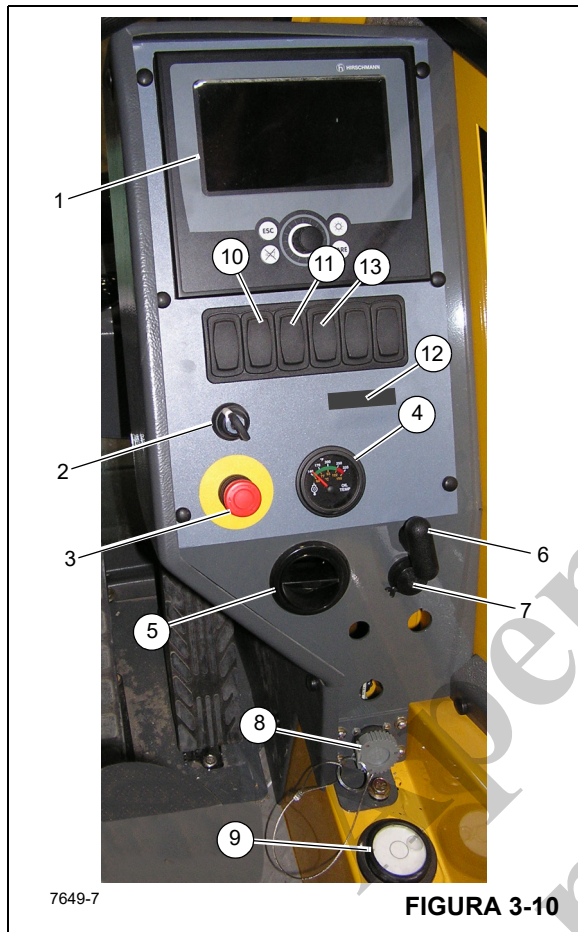

FIGURA 3-10
O mostrador está localizado no painel dianteiro superior (Figura 3-10). O mostrador de LED ilumina-se para indicar o atual guincho em operação e para qual direção esse guincho está girando.
Números dos itens da Figura 3-10
O painel de controle dos sistemas do RCL e de definição de área de trabalho (1) (Figura 3-10) localiza-se no lado direito da cabine. Ele mantém os controles e indicadores do Sistema RCL (Limitador de capacidade nominal) e do Sistema de definição da área de trabalho do guindaste. Consulte o Manual do RCL para obter informações detalhadas.
A Chave de contorno (cancelamento) do RCL (2) (Figura 3-10) é do tipo momentânea. Gire e segure a chave na posição ON (direita) para desengatar os controles do IMC. Solte a chave para permitir que os controles do RCL sejam reativados.
A chave de parada de emergência do guindaste (3) (Figura 3-10) localiza-se no console da cabine do guindaste e é usada para desligar o motor do guindaste. Pressione o botão vermelho para desligar o motor, o que acende o indicador de parada de emergência na coluna de direção. Gire e puxe o botão para retomar a operação normal.
O indicador da temperatura do óleo de transmissão (TRANS TEMP) (4) (Figura 3-10) está localizado no centro do console dianteiro à esquerda da coluna de direção. O indicador mostra a temperatura do óleo de transmissão em uma escala dupla calibrada de 60 a 160°C e 140 a 320°C. O indicador recebe sinal de uma unidade de transmissão da temperatura na linha de óleo do conversor de torque.
A alavanca de controle da trava contra giro do pino da plataforma rotativa (6) (Figura 3-10) localiza-se ao lado, no painel de controle lateral. O objetivo da trava contra giro do pino é bloquear a superestrutura na posição diretamente sobre a dianteira para apanhar e transportar cargas.
A tomada de 12 V para acessórios (7) (Figura 3-10) está localizada na parte inferior do painel de controle e está projetada para aceitar a maioria dos conectores adaptadores para 12 V.
O conector de diagnóstico (8) (Figura 3-10) está localizado na parte inferior do painel de controle dianteiro. Ele é usado na manutenção do sistema elétrico do guindaste.
O indicador de nível de bolha (9) (Figura 3-10) está localizado no lado esquerdo da cabine ao lado da placa da trava da porta. O indicador fornece ao operador um auxílio visual para determinar o nivelamento do guindaste.
O indicador de 3ª volta do cabo do guincho (10) (Figura 3-10) localiza-se no console direito. O indicador acende em vermelho quando restarem três ou menos voltas do cabo em qualquer guincho.
O indicador de clima frio opcional (11) (Figura 3-10) localiza-se no console direito. O indicador acende quando a temperatura ambiente está abaixo de -29°C (-20°F). Ele serve como aviso para que o operador interrompa a operação sob frio extremo.
O Indicador de carga do cilindro telescópico (13) (Figura 3-10) está localizado no painel de controle direito e faz parte do sistema de carga do cilindro telescópico. O sistema de carga do cilindro telescópico foi projetado para evitar retração da lança causada por contração térmica nas seguintes condições de operação: Se o guindaste for operado com um comprimento de lança longo e um ângulo de lança baixo, e o óleo hidráulico nos cilindros telescópicos resfriar e contrair, as forças de atrito na lança estendida evitarão que a lança se retraia. Em seguida, se o operador começar a elevar a lança sem movimento telescópico ligeiramente para fora, o guindaste pode alcançar um ângulo de elevação da lança em que o peso das seções da lança e da carga superem as forças de atrito nas seções da lança, fazendo a lança se retrair até que a coluna de óleo dentro dos cilindros voltem a sustentar as seções da lança. O sistema de carga do cilindro telescópico evita que a lança se retraia nessas condições reabastecendo automaticamente o volume de óleo hidráulico perdido nos cilindros telescópicos devido à contração térmica.
O LED indicador de temperatura ambiente (12) (Figura 3-10) localiza-se no console direito. Quando a temperatura ambiente fora do guindaste cai abaixo de -29°C (-20°F), o LED indicador acende e envia um sinal ao sistema RCL.